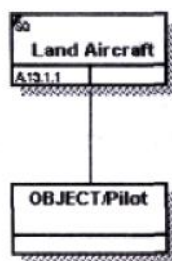

Рис. 7.16. Объект ссылки
**Объект ссылки.** Объект ссылки в IDEF3 выражает некую идею, концепцию или данные, которые нельзя связать со стрелкой, перекрестком или работой (рис. 7.16). Для внесения объекта ссылки служит кнопка (добавить в диаграмму объект ссылки – Referent) в палитре инструментов. Объект ссылки изображается в виде прямо-угольника, похожего на прямоугольник работы.